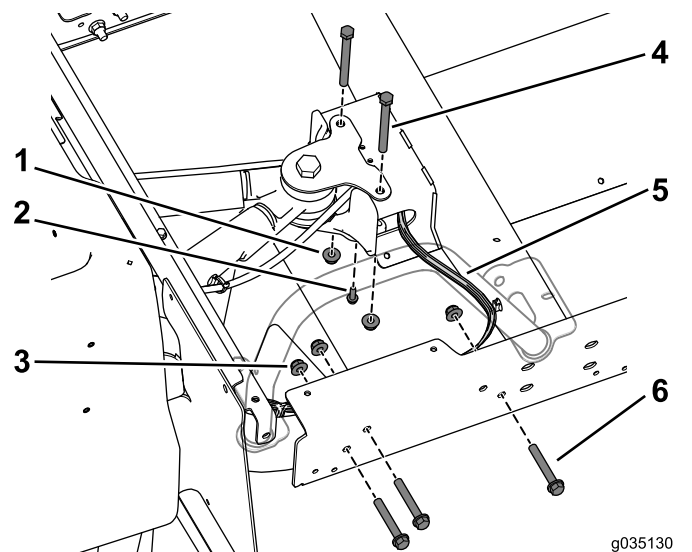

图68
7. 拆下将摆臂式固定件固定到中央通道上的螺栓和凸缘螺母 图68。